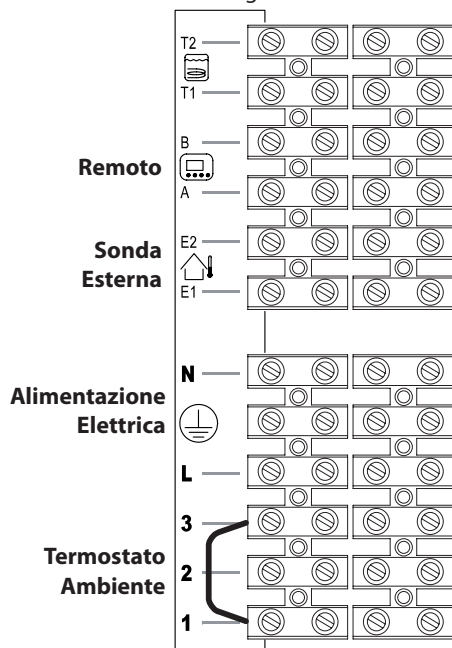

Figura 5.38
Per il collegamento della sonda esterna servirsi dei morsetti indicati in Figura 5.38.
Per il collegamento del remoto servirsi dei morsetti indicati in Figura 5.38.
**Il ponticello elettrico collegato nella morsetteria termostato ambiente tra i morsetti "1 e 3" non va rimosso** Figura 5.38.